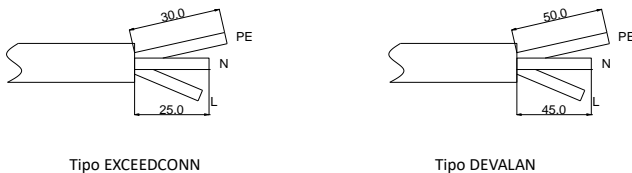

FIG. 7-7 Ajuste o comprimento do cabo
1) Retire o revestimento do cabo e, em seguida, ajuste o comprimento relativo dos cabos L, N e PE, para fazer com que o comprimento do cabo PE seja pelo menos 5 mm mais longo do que os cabos L e N, conforme a FIG. 7-7.